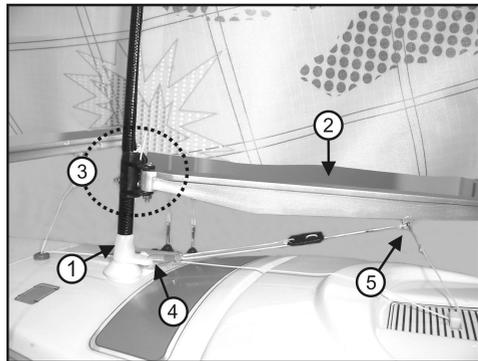

Bild 6
- Stecken Sie wie in Bild 6 Pos. 1 gezeigt den Mast am Oberdeck in das Loch der Masthalterung.
- Befestigen Sie den Querbalken (2) des Großsegels (in der Seglersprache „Baum“ genannt) am Mast mit einer M2-Schraube/-Mutter (Bild 6, Pos. 3). Die Mutter muss mit einem Tropfen Schraubensicherungs-lack gegen Lösen gesichert werden.
- Haken Sie das Seil vom „Baum“ an dem Formteil des Mastfußes (4) ein und verriegeln es. Spannen Sie dann das Seil mit dem Spanner (funktioniert ähnlich wie bei einem Campingzelt) in der Art, dass das Seil den „Baum“ leicht nach unten zieht.
- Um den Anstellwinkel des Großsegels steuern zu können, muss der „Baum“ wie in Bild 6 Pos. 5 gezeigt noch mit der Steuerleine der Segelwinde verbunden werden.